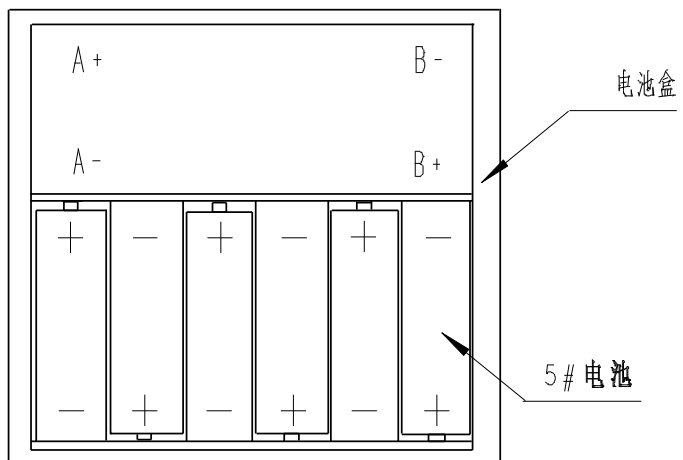

图 3 电池安装图示
4.1 打开仪器电池盒盖，按图 3 所示安装电池，然后重新盖好电池盒盖，锁紧螺钉。